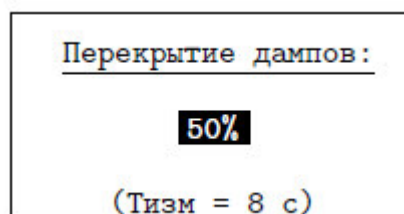

Рис. 3.16
3.4.7 **"Перекрытие дампов"** - установка величины перекрытия дампов (Рис. 3.16).